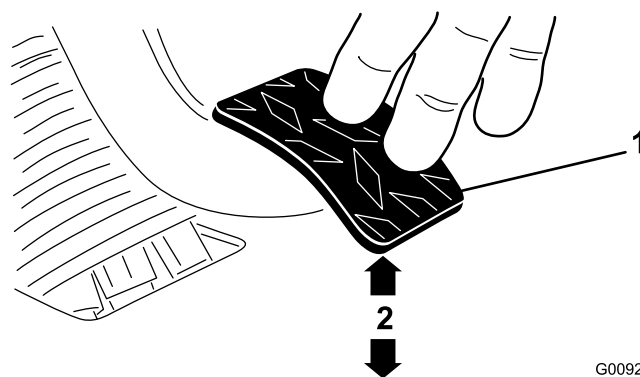

Figura 70
3. Ajuste as porcas ou as juntas até que a extremidade traseira do pedal de embraiagem esteja a 9,2 a 9,8 cm da parte superior da chapa do piso, aplicando uma força de 1,8 kg no pedal (Figura 70).